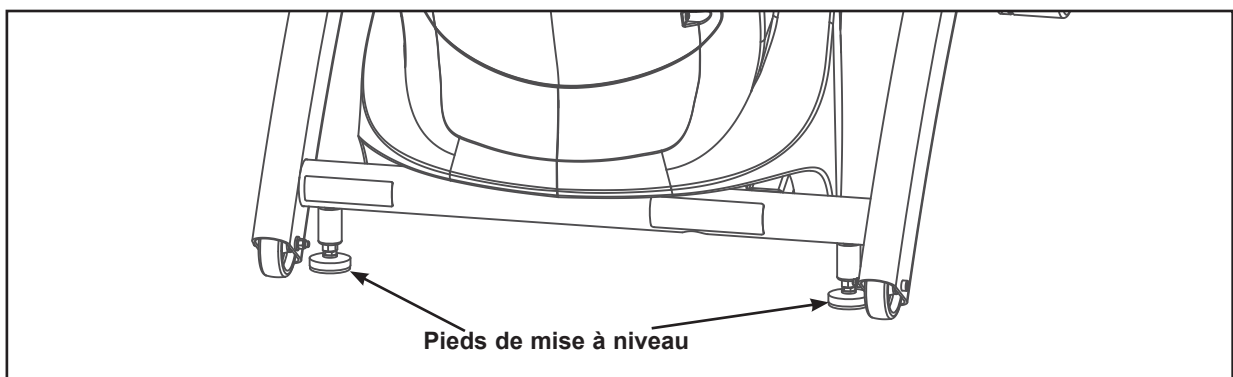

Figure 15
- A. Assurez-vous que l'appareil est posé sur une surface de niveau. Si ce n'est pas le cas, utilisez une clé à fourche de 9/16 po pour ajuster les pieds de mise à niveau vers le haut ou vers le bas. Reportez-vous à la figure 15.